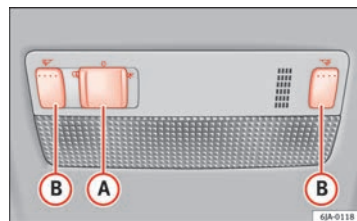

Fig. 60 Iluminación del interior – variante 1
- Mueva el conmutador  ⇒ fig. 60 hacia el lado de la lámpara, aparece el símbolo .
- Mueva el conmutador  ⇒ fig. 60 a la posición central O.
- Mueva el conmutador  ⇒ fig. 60 hacia el centro de la lámpara, aparece el símbolo .
- Las luces de lectura se encienden y apagan pulsando la tecla  ⇒ fig. 60.
Al estar activado el mando de la iluminación desde la puerta (conmutador  ⇒ fig. 60 en posición ) la luz se enciende si: